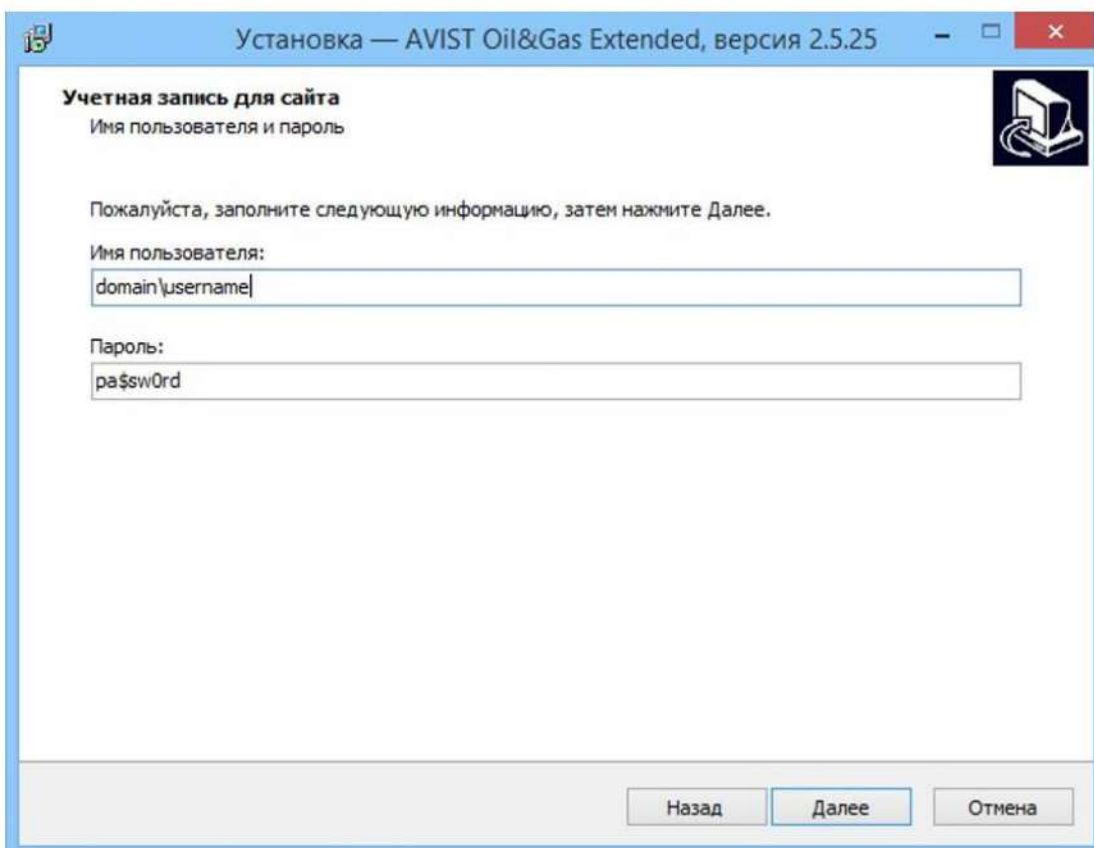

Рисунок 35 - Ввод данных учетной записи для сайта
- 7) Ввести данные учетной записи для сайта (без прав администратора), нажать кнопку «Далее» (Рисунок 35).